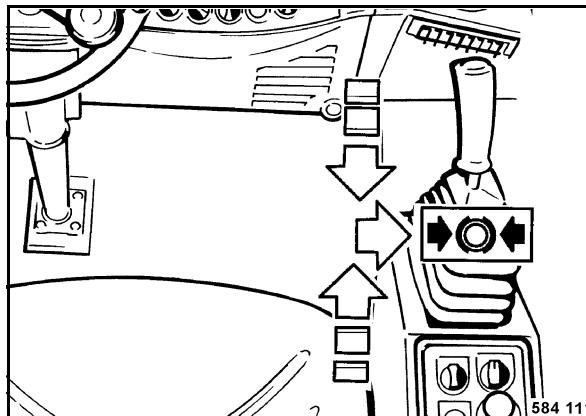

Fig. 34
- Comprobar si la palanca de marcha (Fig. 34) está encajada hacia la derecha en posición de frenado.